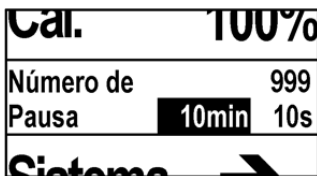

Fig. 46: Menú de ajuste
- ➔ Aparece la indicación Fig. 46